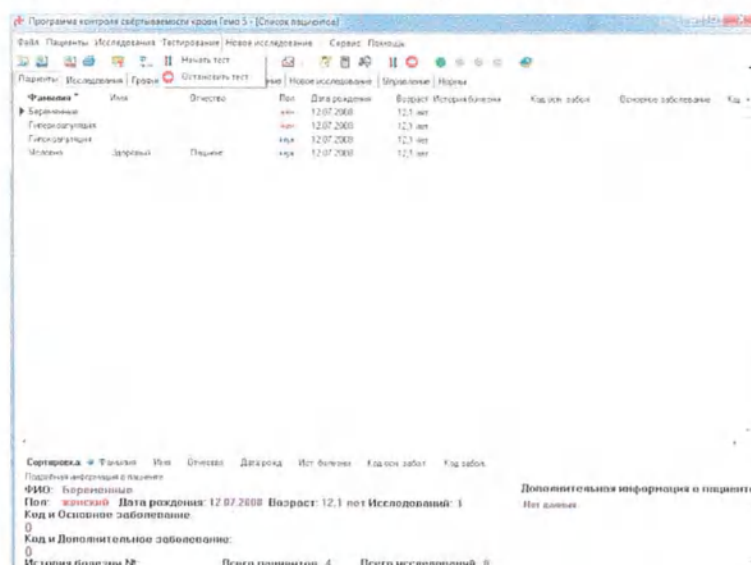

Рисунок 7 – Главное меню «Тестирование»
7.3.4. Меню «Тестирование» содержит следующие пункты (рисунок 7):